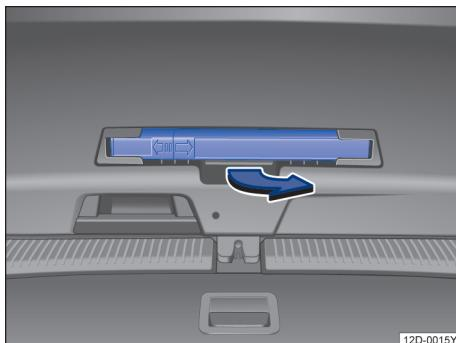

图 35 行李厢内：三角警告牌的位置
- 从三角警告牌的固定装置按图示箭头方向按压并旋转，直至取出三角警告牌→ 图 35。